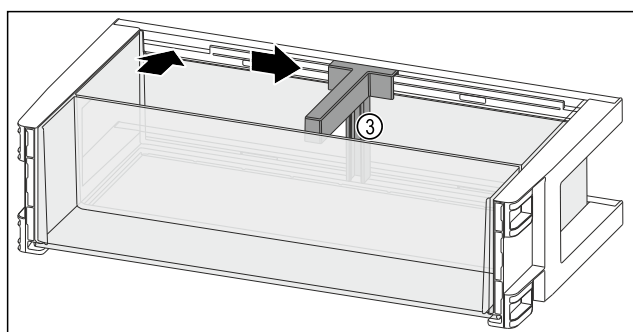

Fig. 172
- Držač za boce Fig. 172 (3) umetnite u otvor.
- Držač za boce Fig. 172 (3) pogurnite u željeni položaj na stranu.